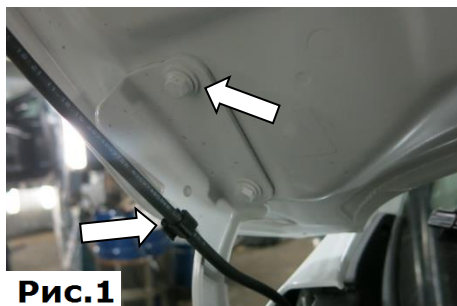

Рис.1
1. Открутить верхний болт крепления капота торцевой головкой №10. Извлечь хомут фиксации трубки стеклоомывателя, (Рис.1).